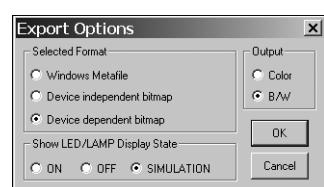

Рис. 9.20. Окно выбора формата файла
9. Чтобы экспортовать созданную схему в формат BMP необходимо в главном меню выбрать команду **File⇒Export⇒Options** (Файл⇒Экспорт⇒Параметры). В открывшемся диалоговом окне **Export Options** (Параметры экспорта), показанном на рис. 9.20, следует выбрать переключатель **Device dependent bitmap** (Компонент зависимый от раstra) и щелкнуть мышью на кнопке **OK**. Затем нужно выбрать команду **File⇒Export⇒Circuit as Graphic** (Файл⇒Экспорт⇒Схема как графика) и в открывшемся окне **Save Bitmap File** (Сохранить файл растровой графики) выбрать папку для сохранения файла с экспортруемой схемой.
10. Чтобы экспортовать созданную схему в формат WMF необходимо в главном меню выбрать команду **File⇒Export⇒Options**. В появившемся диалоговом окне **Export Options** (рис. 9.20) следует выбрать переключатель **Windows Metafile** (Метафайл Windows) и щелкнуть мышью на кнопке **OK**. Затем нужно выбрать команду **File⇒Export⇒Circuit as Graphic** и в открывшемся окне **Save Metafile** (Сохранить метафайл), которое позволяет выбрать папку для сохранения файла с экспортруемой схемой.